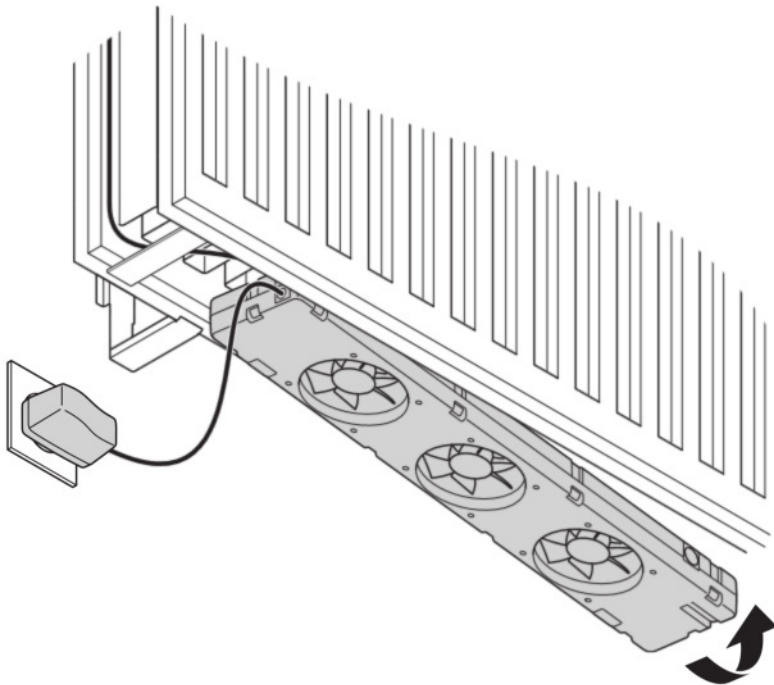

Fig. 2: Fijación del SpeedComfort (B1).
- Identifique un espacio donde los soportes de pared del radiador y los clips de conexión no estén en medio. Fije el **SpeedComfort** (B1) en la parte inferior entre las placas del radiador con los **imanes ajustables** (b13, b14), (véase fig. 2). El **SpeedComfort** (B1) también se puede montar en la parte superior del radiador y bajo una cubierta. **AVISO:** ¡Asegúrese de que los **ventiladores** (b7, b8, b9) sigan mirando hacia arriba!